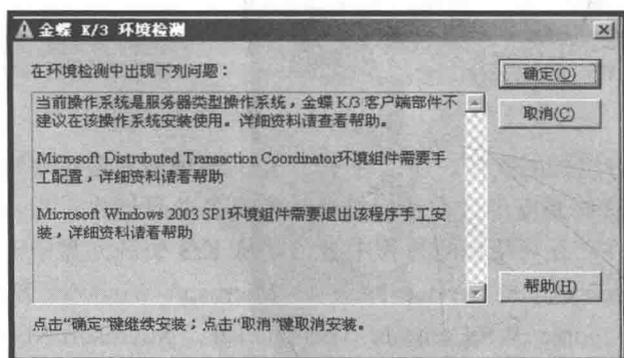
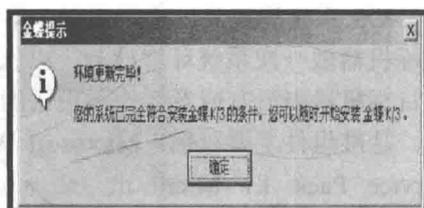

图 1-12 环境检测
图 1-13 更新完毕提示
(4) 单击“确定”按钮。根据给出的提示,安装相应的组件,如图 1-12 所示。如果符合,系统会给出符合安装环境的提示,如图 1-13 所示。